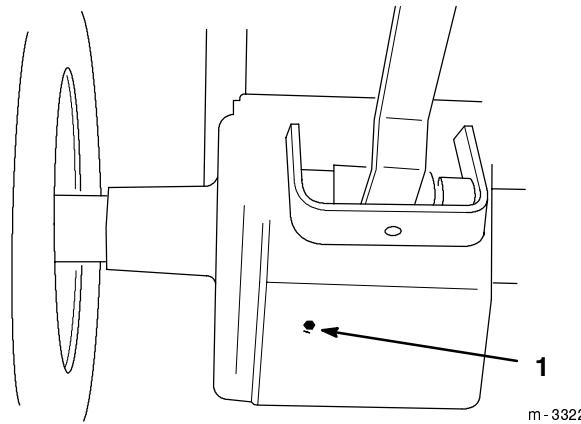

Abbildung 46
3. Eine Schale unter die Ablassöffnung von Hinterachse & Kardanwelle stellen und die Ablassschraube entfernen (Abb. 46).